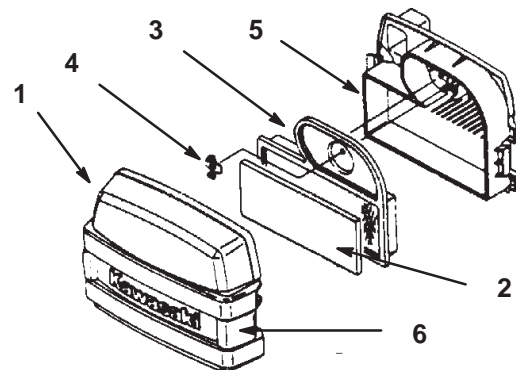

Bild 35
3. Reinigen Sie den Bereich um den Luftfilter herum, um zu verhindern, dass Schmutz in den Motor fällt und Schäden verursacht. Lösen Sie beide Seitenriegel und entfernen die Luftfilterabdeckung (Bild 35).
4. Schieben Sie den Schaumeinsatz vorsichtig vom Papiereinsatz herunter (Bild 35).
5. Schrauben Sie die Flügelmutter los und entfernen Sie den Papiereinsatz (Bild 35).